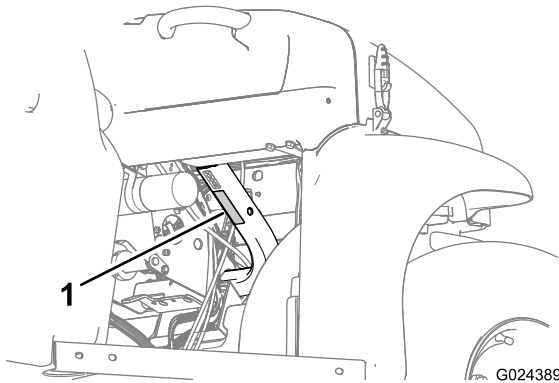

Bild 22
- Halten Sie die Nutzlast der Maschine ein und begrenzen Sie das Gewicht auf die Last, die Sie in der Staubox befördern können, siehe Technische Daten (Seite 17), und die auf dem Nutzlastaufkleber an der Maschine angegeben ist (Bild 22).